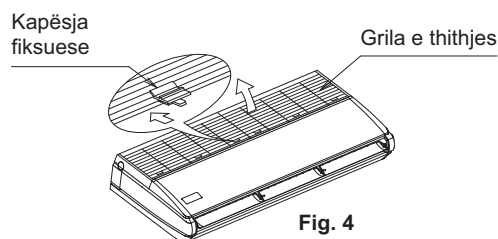

Fig. 4
- Rrëshqitni kapëset fiksuese të grilës së thithjes prapa (siç tregohet nga shigjeta) për ta hapur grilën e thithjes për së gjeri (klasa 35, 50: 2 vende për secilën, klasa 60~140: 3 vende për secilën). (Shihni fig. 4)